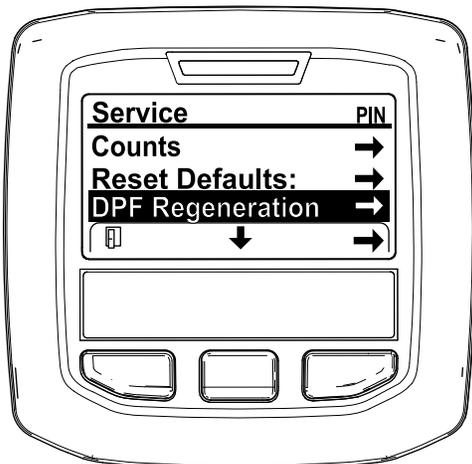

Рисунок 38
3. В SERVICE MENU (МЕНЮ ТЕХОБСЛУЖИВАНИЯ) нажмите и удерживайте в нажатом положении среднюю кнопку, пока не появится опция DPF REGENERATION (РЕГЕНЕРАЦИЯ DPF), затем нажмите правую кнопку, чтобы выбрать опцию DPF REGENERATION (РЕГЕНЕРАЦИЯ DPF) (Рисунок 38).